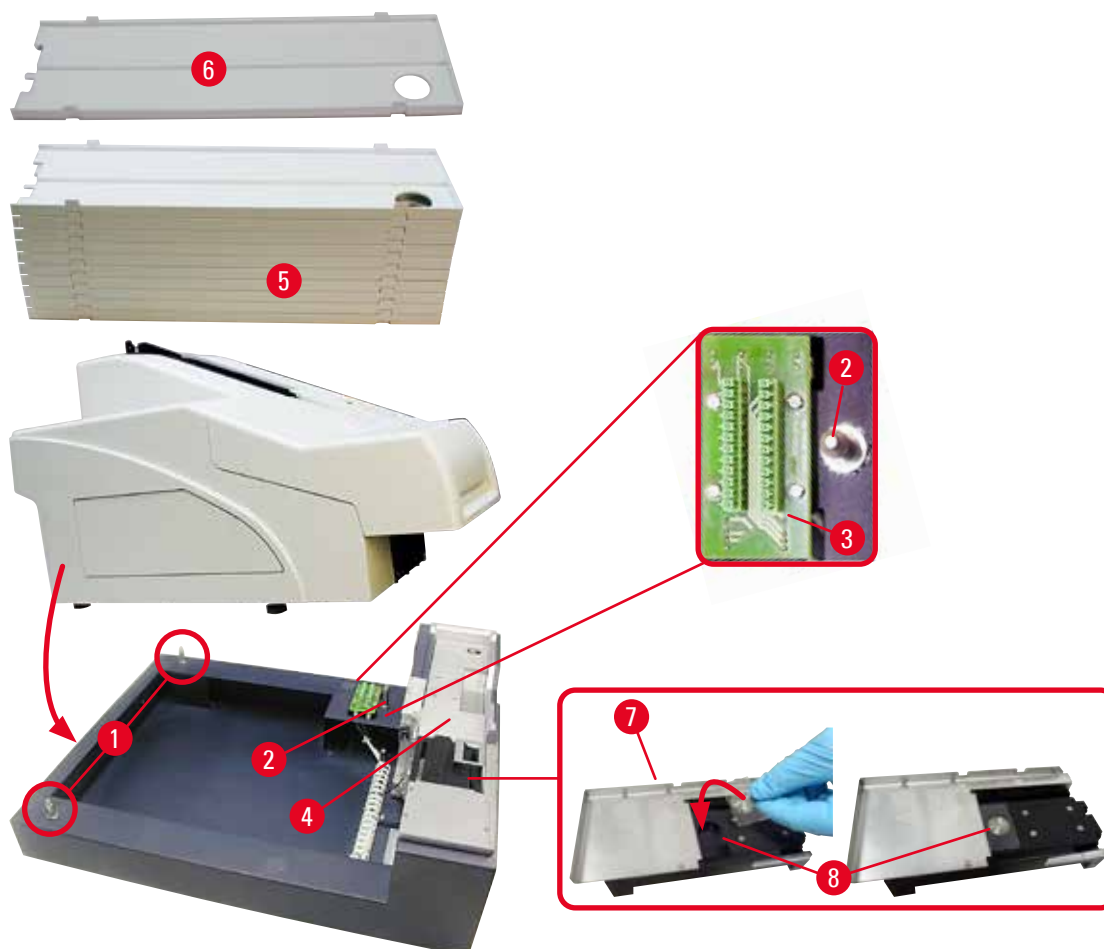

Fig. 12
4. Tenir l'imprimante par les côtés (droit et gauche) et la positionner de sorte que les deux boulons arrière (→ "Fig. 12-1") s'insèrent d'abord dans le socle, comme illustré sur la (→ "Fig. 12").